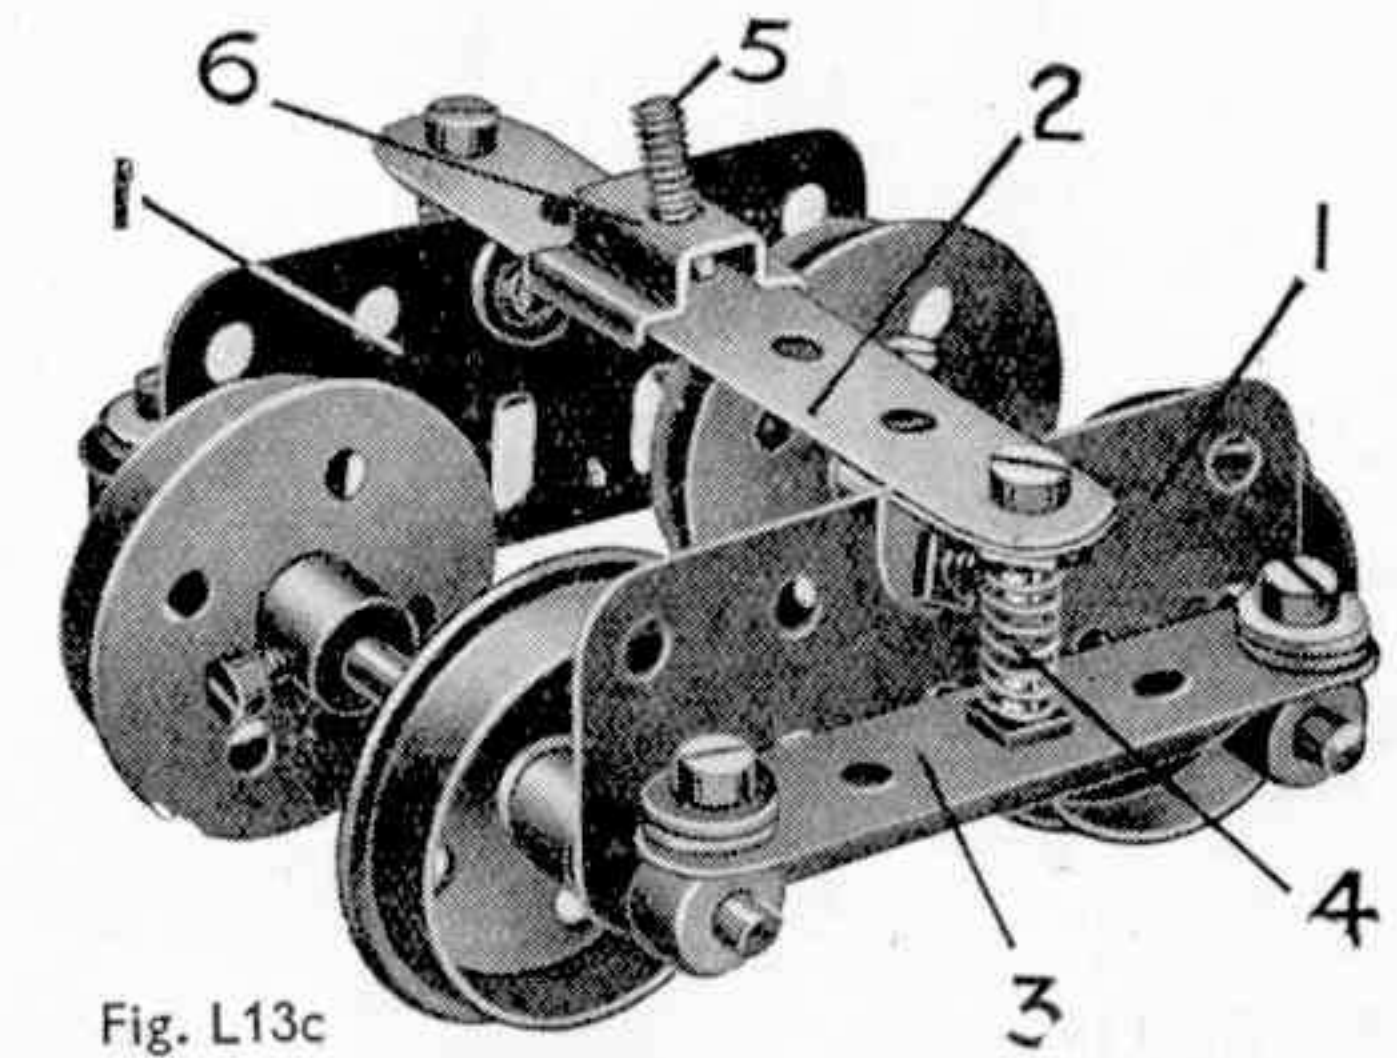

Fig. L13c
Le Bogie avant est construit d'après le Mécanisme Standard 219 (voir notre Manuel de Mécanismes Standard), qui est reproduit sur la Fig. L13c.
Cette gravure montre une Pièce à Oeil de l'ancien type (6) mais on se servira de préférence d'une nouvelle pièce dont le modèle perfectionné est représenté sur la Fig. L13c.